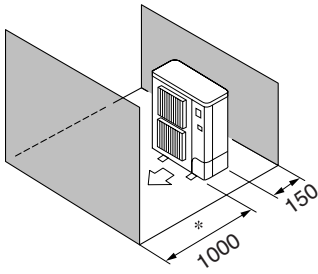

Fig. 3-9
- ⑤ Enbart hinder på framsidan och baksidan (Fig. 3-9)